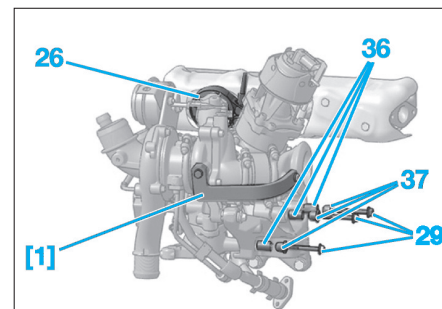

Fig. 60
- la bague fendue (36),
- l'entretoise (37),
- la vis (29).
• Serrer à la main les colliers (25) et (26).
• Reposer et serrer à la main (Fig.60) :
- les bagues fendues (36),
- les entretoises (37),